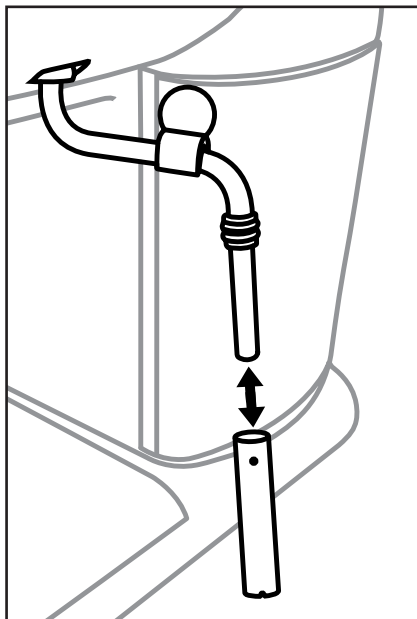

Figura 1
- 1) Collocare un contenitore vuoto sotto lo schiumatore per il latte ⑩.
- 2) Portare il regolatore di vapore ⑦ direttamente dopo l'uso su "+" e fare uscire del vapore per qualche secondo.
- 3) Chiudere il regolatore di vapore ⑦ (ruotare fino all'arresto in direzione "-"), spegnere l'apparecchio e tirare la spina.
- 5) Sfilare l'involucro dello schiumatore per latte ⑩ (Figura 1) e pulirlo accuratamente in acqua calda.
- 7) Far scorrere nuovamente l'involucro sull'ugello (Figura 1).